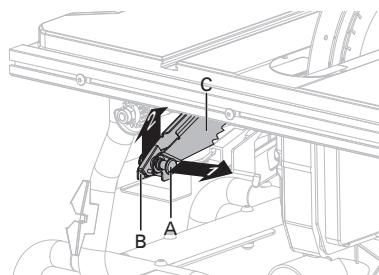

Fig. 8a
INSTALLATION DES GRIFFES ANTI-RECOL ET DU PROTÈGE-LAME (Fig. 8a-8b)
- Extraire et maintenir le bouton (A) puis pousser les griffes antirecul vers le haut, les retirer de leur rangement (B) situé à l'intérieur du côté gauche de la scie. (Fig. 8a)
- Extraire et maintenir le bouton (A). Aligner la fente sur les griffes anti-recul (C) avec la fente (D) sur le couteau diviseur (E). Placer la goupille creuse (F) sur les griffes anti-recul (C) dans la fente (D) sur le couteau diviseur (E).
- Pousser les griffes anti-recul (C) vers le bas jusqu'à ce qu'elles s'enclenchent et libérer le bouton (A) pour insérer la goupille (G) dans le trou (H) sur le couteau diviseur (E).